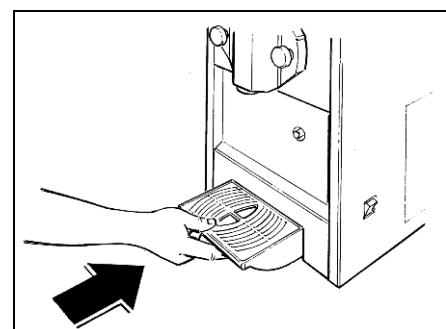

Fig. 23
- Remonter le ramasse goutte (fig.23).